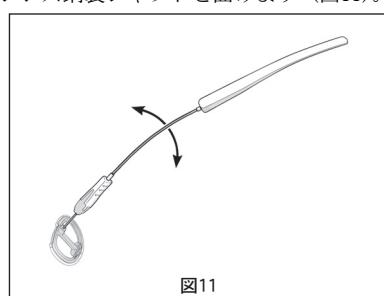

図11
3. 必要に応じて、ハンドルを傾けて両端を持ち、そっと力をかけてステンレス鋼製シャフトを曲げます（図11）。